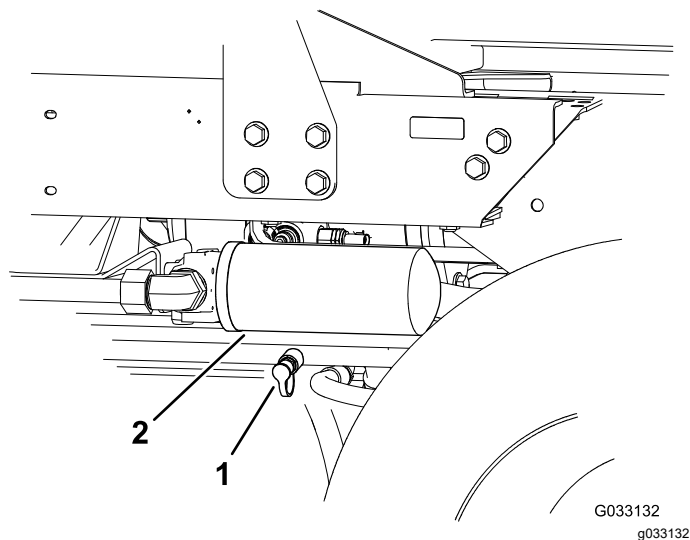

Bild 40
2. Schließen Sie einen Hydraulikschlauch zwischen dem eingebauten Diagnose-Anschlussstück im Heckantriebsverteiler und dem Testanschluss für den Rückwärtsantriebsdruck (**Bild 40**) an.